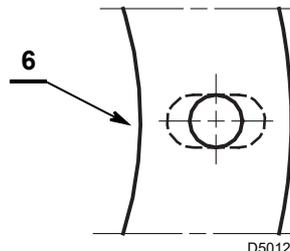
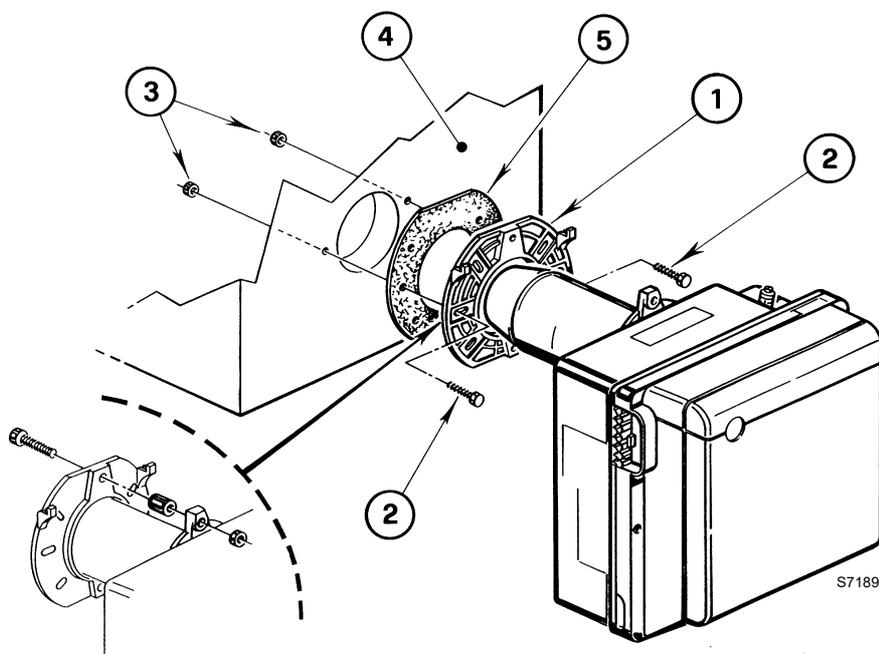

Abb. 7
Abb. 8
- Die Schraube und die beiden Muttern 3) (Abb. 8) am Flansch 1) (Abb. 8) montieren.
- Falls erforderlich die Bohrungen 6) (Abb. 7) der Isolierdichtung 5) (Abb. 8) erweitern.
- Mit den Schrauben 2) und (falls erforderlich) den Muttern 3) den Flansch 1) an der Kesseltür 4) (Abb. 8) mit der Isolierdichtung 5) (Abb. 8) montieren.